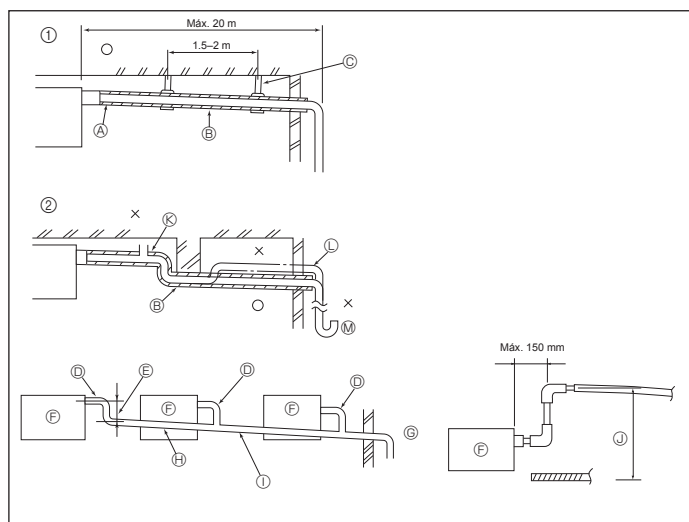

Fig. 6-1
6.1. Trabalho de tubagem de drenagem (Fig. 6-1)
- ① Tubagem correcta
- ② Tubagem errada
- ③ Suporte de metal
- ④ Respiradouro
- ⑤ Isolação (9 mm ou mais)
- ⑥ Levantado